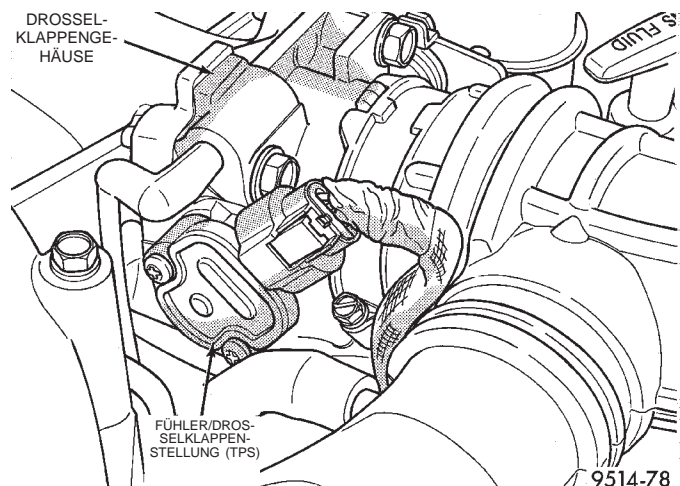
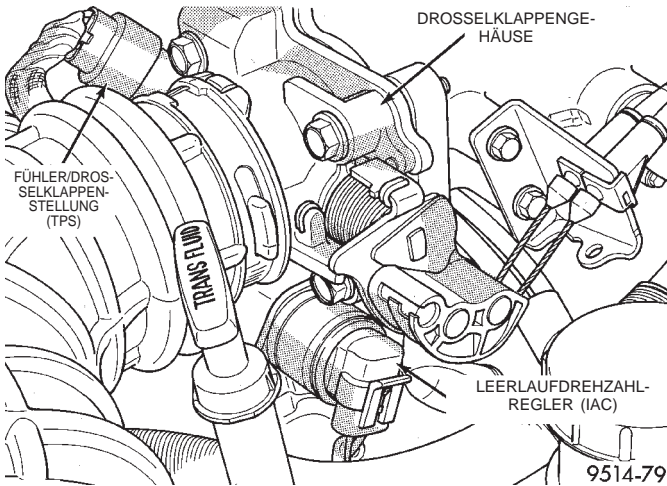

Abb. 35 Fühler/Drosselklappenstellung (TPS)
Abb. 36 Leerlaufdrehzahlregler (IAC)
(5) Die Schelle lösen, mit welcher der Lufteinlaßschlauch am Drosselklappengehäuse befestigt ist.
(6) Die Klemmen lösen, mit denen der Deckel am Gehäuse des Ansaugluftfilters befestigt ist.
(7) Deckel vom Ansaugluftfilter abnehmen und Einlaßschläuche vom Motor abbauen.
(8) Steckverbinder vom TPS-Fühler und vom Leerlaufdrehzahlregler (IAC) abziehen (Abb. 35) und (Abb. 36).